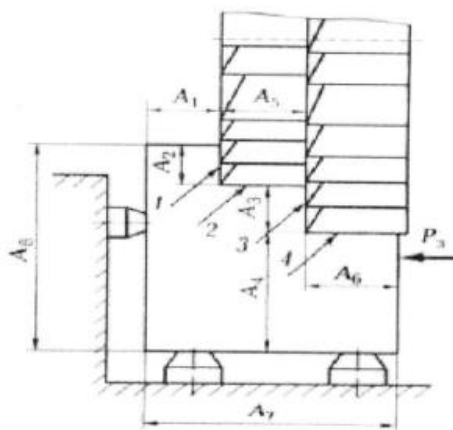

Рисунок 1 – Фрезерование
1. На горизонтально-фрезерном станке набором фрез одновременно обрабатывают поверхности 1, 2, 3, 4 (см. рис. 1). Построить схему базирования и указать расчетные зависимости для определения погрешности базирования при выполнении размеров A_1 , A_2 , A_3 , A_4 , A_5 , A_6 . Размеры A_7 и A_8 выполнены соответственно с отклонениями $(\pm 1/2) T_{A7}$, $(\pm 1/2) T_{A8}$; P_3 - сила зажима заготовки.